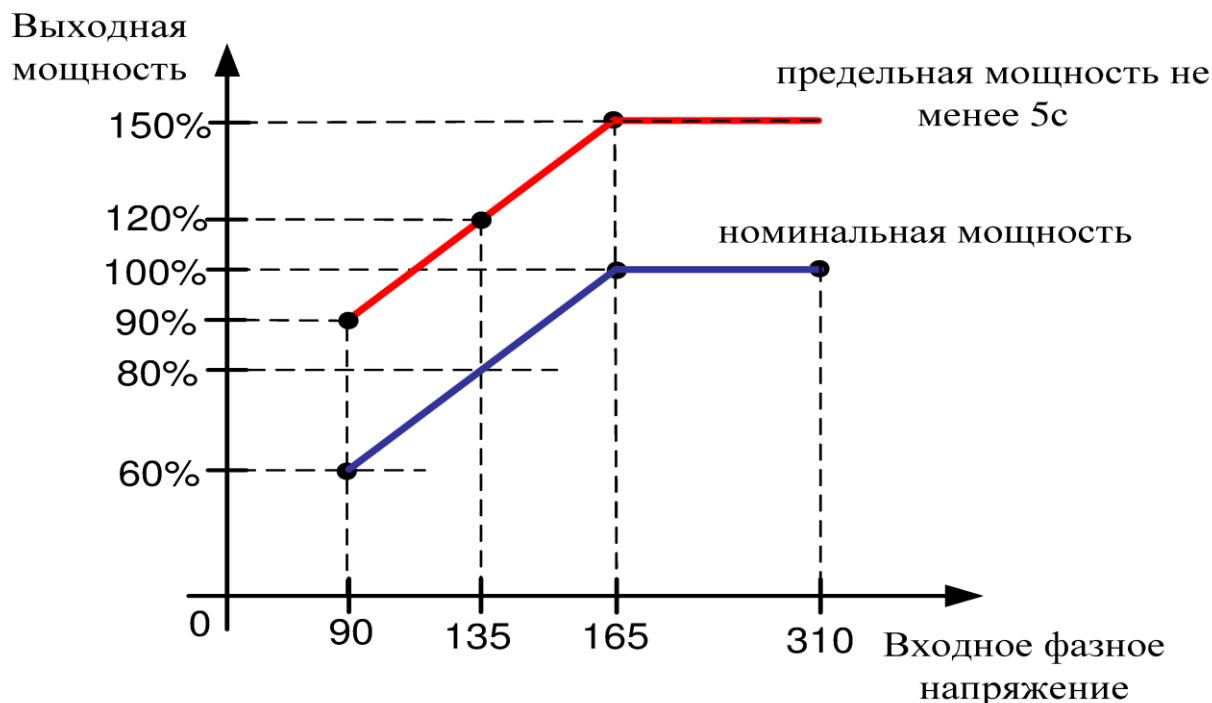

Рисунок 11 – Зависимость выходной мощности от входного напряжения
| Зависимость номинальной выходной мощности стабилизатора от входного напряжения | Рисунок 11                     |
| Перегрузочная способность стабилизатора  | Рисунок 11                     |
**ВНИМАНИЕ!** Общая потребляемая мощность нагрузок, подключаемых к стабилизатору, не должна превышать номинальную выходную мощность устройства (таблица 10), а нагрузка на отдельную фазу должна составлять не более 1/3 от номинальной выходной мощности устройства. Обратите особое внимание на изменение выходной мощности стабилизатора при изменении значения входного напряжения (рисунок 11), а также на наличие пусковых токов у подключаемого к стабилизатору оборудования.